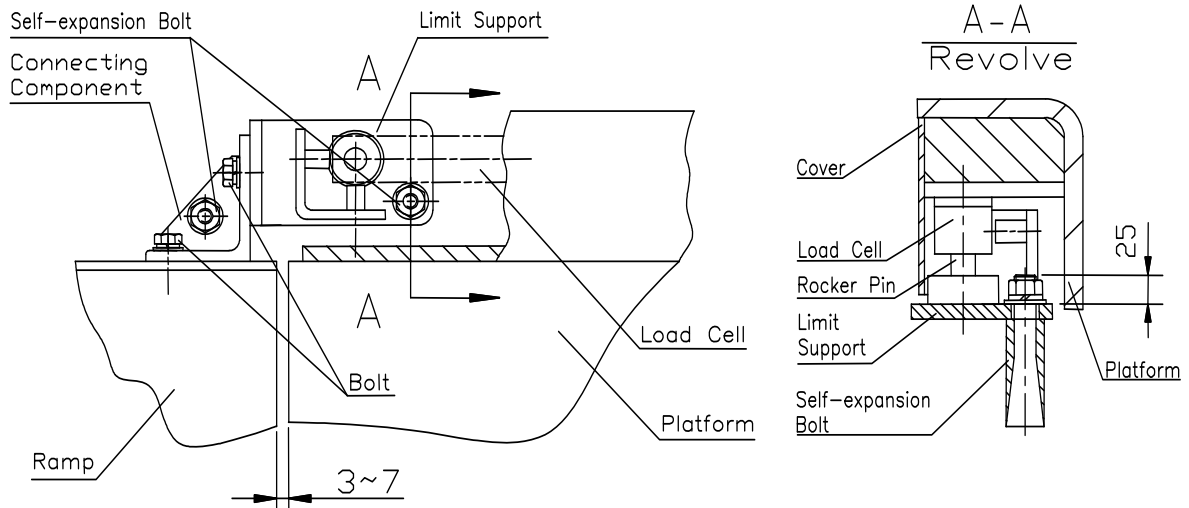

Abbildung 5-2 Installation über Boden
2. Bohren Sie die Verankerungslöcher mit der Anschlagplatte als Schablone. Im Lieferumfang der Durchfahrwaage NTEP/NTNN sind vier Ankerspreitzdübel M10 zur Befestigung der Anschlagplatten im Boden enthalten (s. Abbildung 5-2).
1. Im Lieferumfang der Rampe sind alle für den Anbau erforderlichen Teile enthalten: vier Schrauben (M10×15), vier Unterlegscheiben (10) und Federscheiben (10) zur Verbindung von Rampe und Anschlagplatte mit Befestigungswinkel.
2. Legen Sie die Unterlegscheiben und Federscheiben auf die M10×15-Schrauben auf und führen Sie diese durch die Bohrung im Befestigungswinkel in die Gewindebohrungen in Anschlagplatte bzw. Rampe (s. Abbildung 6-1). Ziehen Sie anschließend die Schrauben an (s. Abbildung 5-2).